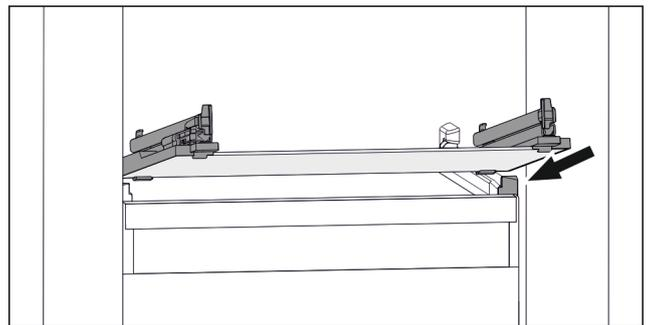

Fig. 49 Beispielhafte Darstellung der Glasplatte
- ▶ Glasplatte schräg hinter den Stoppere aufsetzen. (siehe Fig. 49)